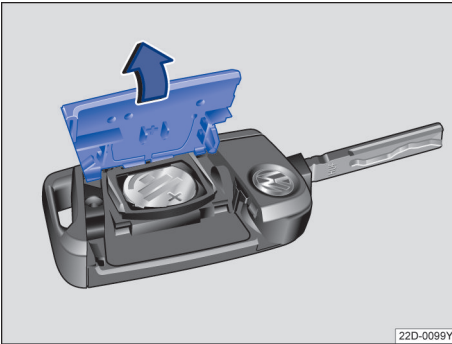

图 42 汽车钥匙：打开电池盒盖
- 安装电池盖板，然后沿→图 42 箭头相反方向将其扣到汽车钥匙上，直至其卡定。
- 用一合适的器具（例如，硬币）沿→图 42 箭头方向拆下汽车钥匙后侧的盖板